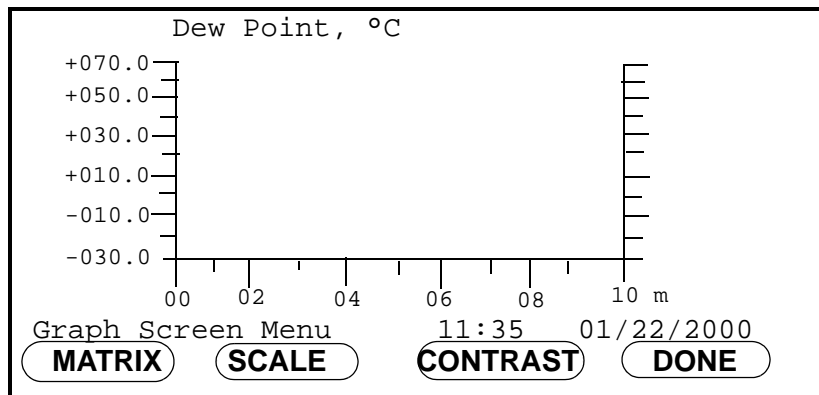

Figura 3-6: Menú de pantalla correspondiente a un gráfico lineal
2. En el *Option Menu*, pulse la tecla de menú [SCREEN]. Ahora estará en el *Graph Screen Menu* (vea la Figura 3-6 más adelante).